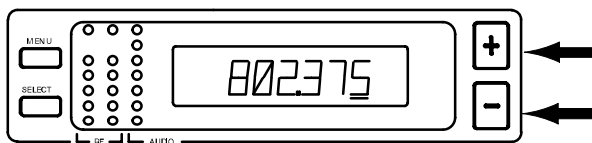

ABBILDUNG 19
4. Um die Einstellung in den vorgegebenen Stufen zu ändern, die „+“ oder „-“Taste drücken, bis die gewünschte Frequenz erreicht ist. (Abbildung 19).